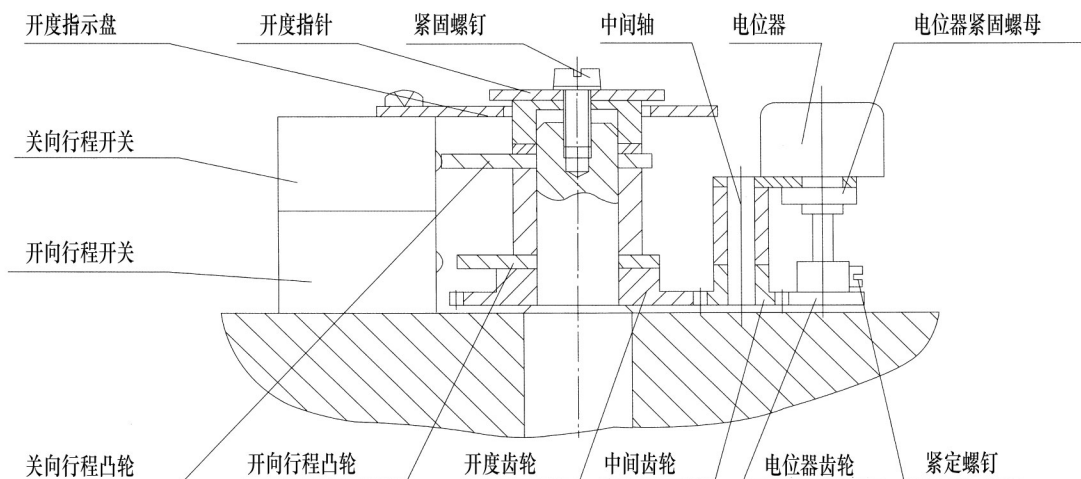

图5 行程控制机构及开度指示机构
5.4行程控制机构：结构见图5。凸轮轴与输出盘同步转动，当凸轮轴转至预先设定的行程位置时，紧固在凸轮轴上的凸轮使微动开关动作，切断电动机电源，从而实现对电动装置行程的控制。
5.5开度指示机构：结构见图5。开度指示盘固定于行程开关上，凸轮轴转动使指针同时转动，以指示阀门的开度量，同时，凸轮轴上的开度齿轮通过中间齿轮带动电位器齿轮，电位器轴转动，供远传开度指示用。